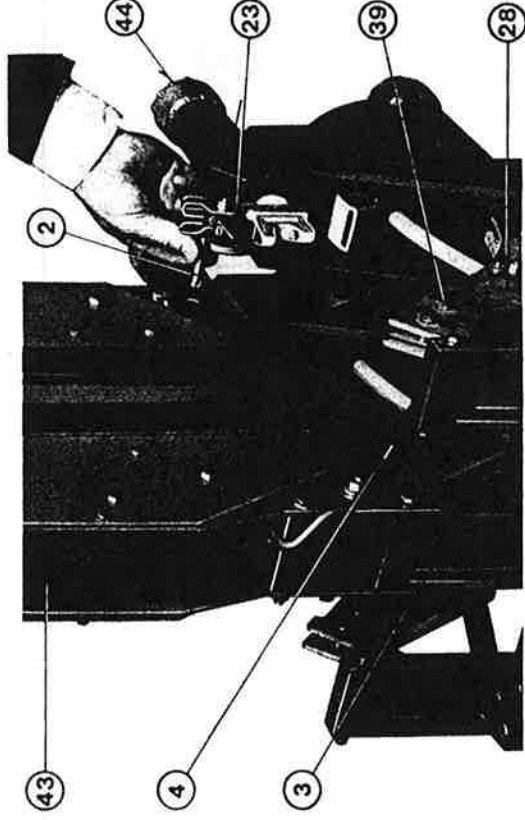
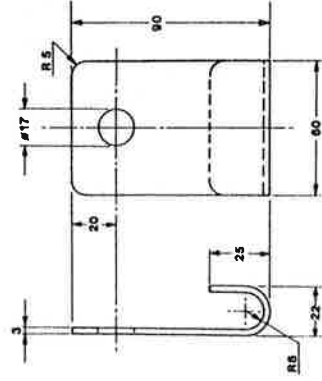

Fig. 2
Fig. 3
The arc-chutes are fastened to the upper portion of a pole by means of a pin. For types DR 7.2 and DR 12 due to the reduced room, mount first the central arc-chutes (43) (fig. 2) introducing the relevant pin
(43) (fig. 2) con un polo laterale ancora senza camera e facendo passare il perno di fissaggio (2) (fig. 2) attraverso il foro del polo laterale. Per il sollevamento delle camere è bene usare una gru (fig. 3a) ed agganciare la camera mediante l'attrezzo disegnato e quotato in fig. 3. (Mediante due attrezzi - fig. 3b - per interruttori DR 17,5 - 85 - 100).
To lift the arc-chutes, use a crane (fig. 3a) and the proper fixture illustrated on fig. 3.
On the front, the arc-chutes are supported by the insulators (3) (fig. 2) which are fastened to the
Fig. 3 a